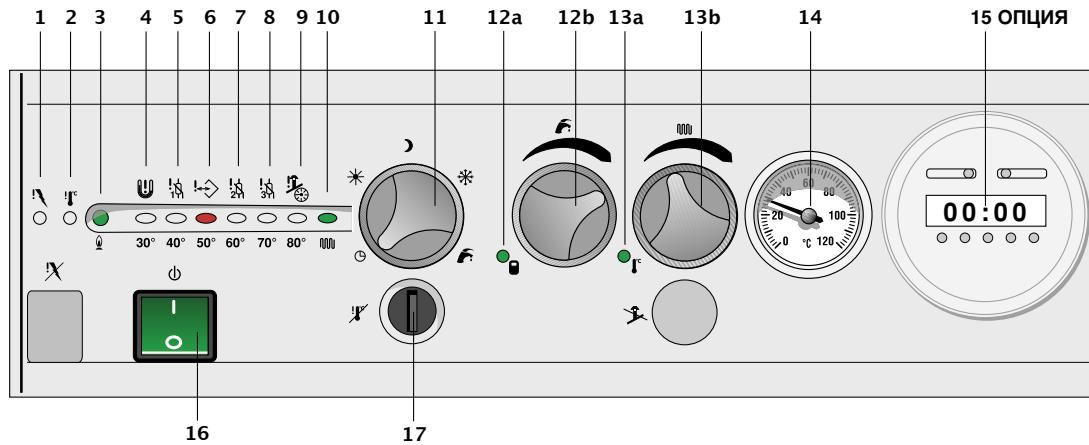

рис. 1
- Установить общий выключатель с подсветкой **16** (рис. 1) в положение **I** (лампочка выключателя загорается).
- Когда отопительной системе необходима горячая вода, загорается индикатор **10** (рис. 1);
Котел регулирует температуру теплоносителя, подаваемого в контур отопления в диапазоне от 50 °C до 90°C, в зависимости от заданного потребителем с помощью регулятора 13b значения (рис. 1). Функция отопления активируется когда канал 1 программатора (при наличии такового) находится в положении ON и в то же время контакт возможного комнатного термостата (опция) закрывается; такая активность заканчивается когда один из двух контактов открывается или есть запрос со стороны контура ГВС(*). Кроме того, если внешний датчик установлен, потребитель, посредством регулятора 13b, задает фиктивную комнатную температуру (см. раздел 1.2.2.3. "ПОГОДОЗАВИСИМОЕ РЕГУЛИРОВАНИЕ").